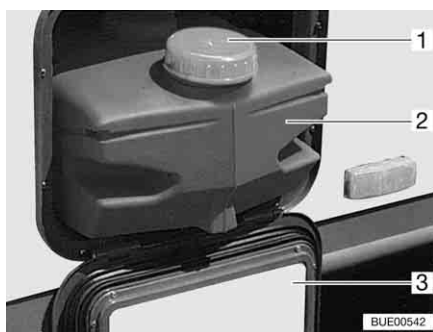

Bild 142 Wassertank 22 l
Bei Transport den Wassertank mit dem Verschlussdeckel (Bild 142,1) verschließen.
- Serviceklappe (Bild 142,3) öffnen (siehe Kapitel 6).
- Wassertank (Bild 142,2) herausziehen.
- Wassertank (Bild 142,2) herausziehen und entleeren.